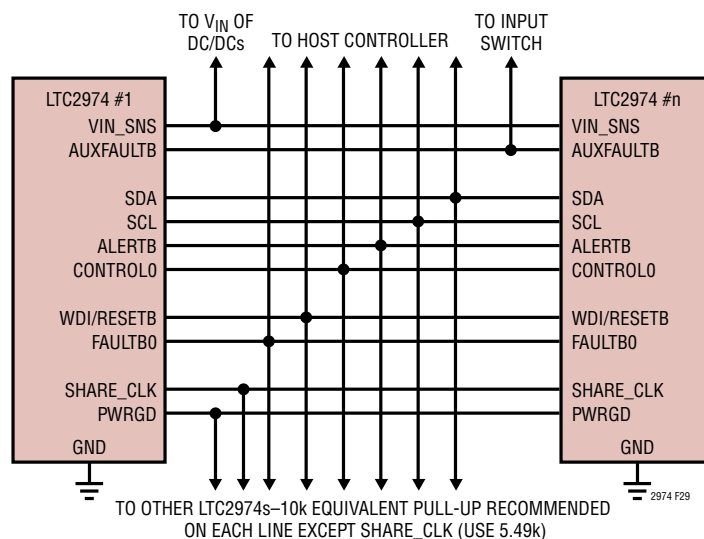
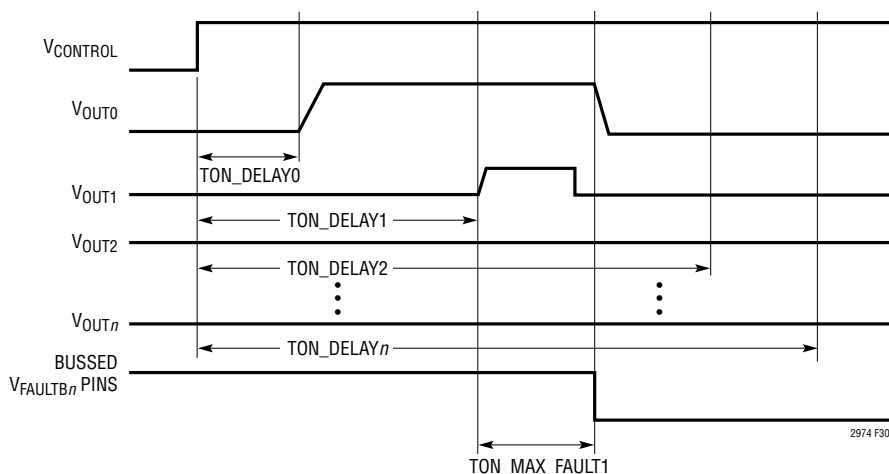

図29. 複数のLTC2974間の標準的接続
図30. チャンネル1短絡のために中断されたオン・シーケンス
複数のLTC2974の標準的な配列のピンを相互接続する方法を図29に示します。
- FAULTBの配線はまとめて結線してフォルトへの依存性を作り出すことができます。図29に、いずれかのFAULTBにフォルトがあった場合にその他すべてを“L”にプルする構成を示します。このようにすると、いずれかのチャンネルで電圧が発生できなかった場合に起動シーケンスを中断することが望ましいようなアレーを形成するときに役に立ちます (図30参照)。
- PWRGDはMFR_PWRGD_ENコマンドでマッピングされた出力のステータスを反映します。図29では全てのPWRGDピンが相互接続されていますが、どの組み合わせを使用することもできます。